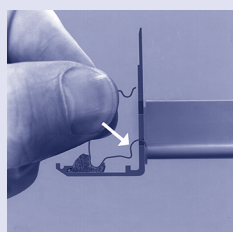

Fig. 2
- Fig. 2 Befestigungsfeder von aussen in das entsprechende Schlitzpaar einhängen.